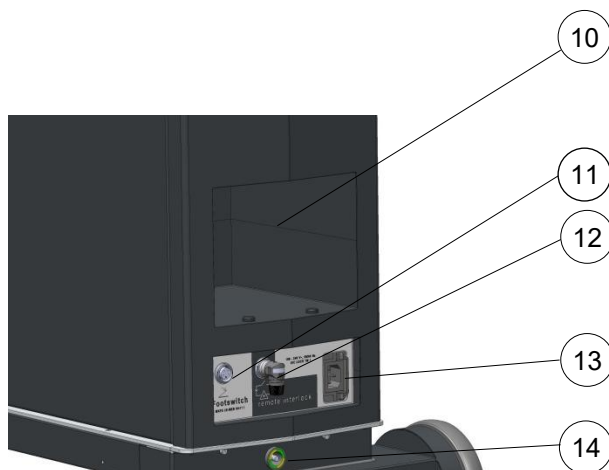

Рисунок 3.2. Вигляд ззаду
- Щоб від'єднати лазерну консоль ELIOS від мережі, від'єднайте штекер від пристрою (Рисунок 3.2).
- Лазерну консоль ELIOS слід розміщувати так, щоб штекер живлення можна було завжди від'єднати від пристрою (Рисунок 3.2).
Ножний перемикач необхідно підключити до роз'єму для ногого перемикача (див. Рисунок 3.2). Ножний перемикач використовується для запуску лазерного випромінювання. Натискання ногого перемикача активує лазерне випромінювання. Щойно ногогий перемикач відпускається, лазерне випромінювання переривається.
Лазерна консоль ELIOS оснащена роз'ємом для вирівнювання електричних потенціалів (див. Рисунок 3.2). Підключення до додаткового електричного вирівнювання потенціалів можна здійснити за допомогою кабелю вирівнювання потенціалів.
Лазерна консоль ELIOS оснащена роз'ємом для дистанційного блокування, наприклад дверного контакту (див. Рисунок 3.2). Якщо контакти штекерного роз'єму розімкнено, лазерне випромінювання переривається. Додаткову інформацію щодо підключення дистанційного блокування до лазерної консолі ELIOS можна отримати в MLase або в авторизованого сервісного партнера.